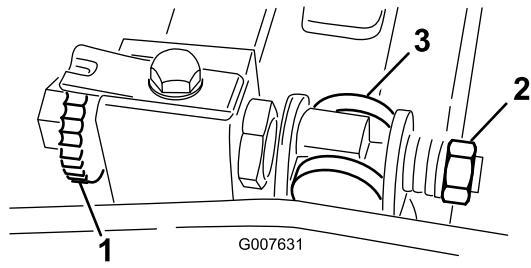

図 48
1. ベッド・バー調整ネジ（図 48）を左に回してベッドナイフとリールの接触をなくす。
2. スプリング・テンション・ナットをゆるめて、ワッシャがベッドバーを全く押さないようする（図 48）。